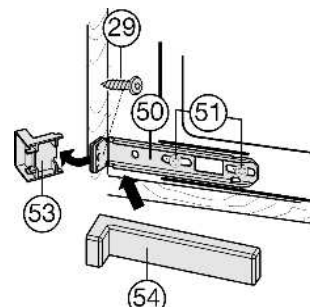

Fig. 19
- Немного ослабьте винты *Fig. 19 (51)*.
- Закрепите нижний крепежный уголок *Fig. 19 (50)* с помощью винтов для стружечной плиты *Fig. 19 (29)* $\varnothing 4 \times 19$ на стенке мебели.
- Удалите выступающий конец крышки *Fig. 19 (53)*. Он больше не понадобится.
- Затяните винты *Fig. 19 (51)*.
- Установите крышку *Fig. 19 (54)* на нижний крепежный уголок *Fig. 19 (50)*.